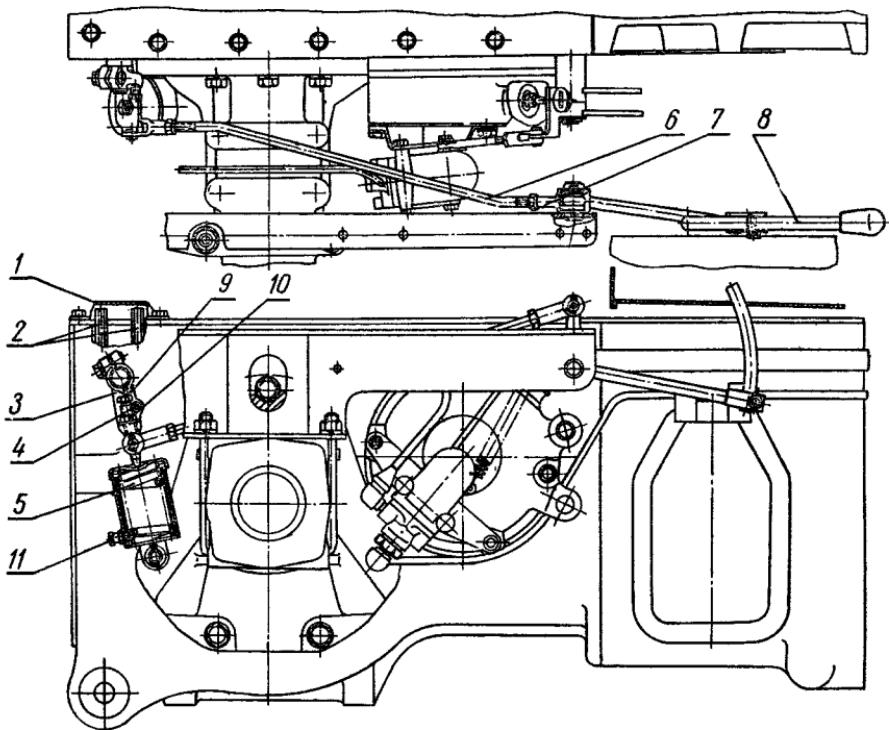

Рис. 50. Механизм управления задним ВОМ:
В систему рычагов и тяг механизма управления ВОМ включена цилиндрическая пружина 5 (рис. 50) таким образом, что усилие ее расжатия обеспечивает либо включение либо выключение как тормоза солнечной шестерни, так и тормоза водила в зависимости от положения рычага управления.
1. Совместите отверстие на рычаге 3 (рис. 50) с резьбовым отверстием на корпусе заднего моста и зафиксируйте рычаг в таком положении, завернув технологический болт 4 размером M10×60 мм.
8. Сворачивая или наворачивая вилку 7 на тягу 6 удлините или укоротите последнюю так, чтобы запас на регулировку «К» (см. рис. 50), т. е. расстояние от клеммного зажима рычага до пола кабины в положении рычага переключения «ВКЛ», составлял 45—50 мм.